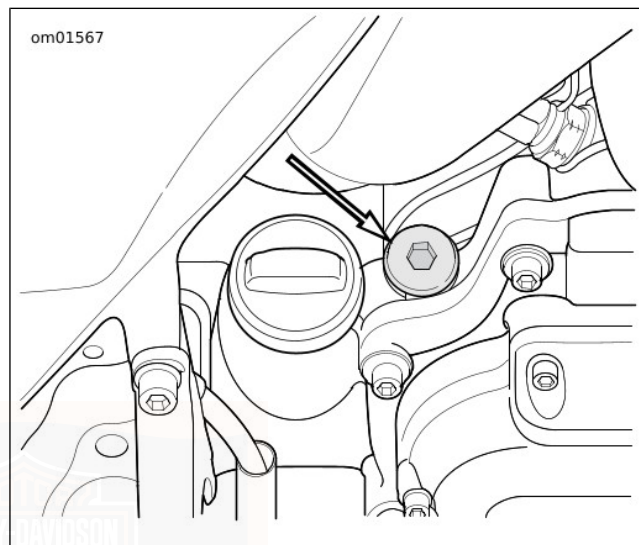

Figura 52. Posizione del tappo del rifornimento/dell'astina di livello dell'olio del cambio
1. Vedere Figura 52. Rimuovere il tappo del rifornimento/l'astina di livello dell'olio del cambio. Pulire l'astina di livello.
1. Vedere Figura 52. Rimuovere il tappo del rifornimento/l'astina di livello dell'olio del cambio.